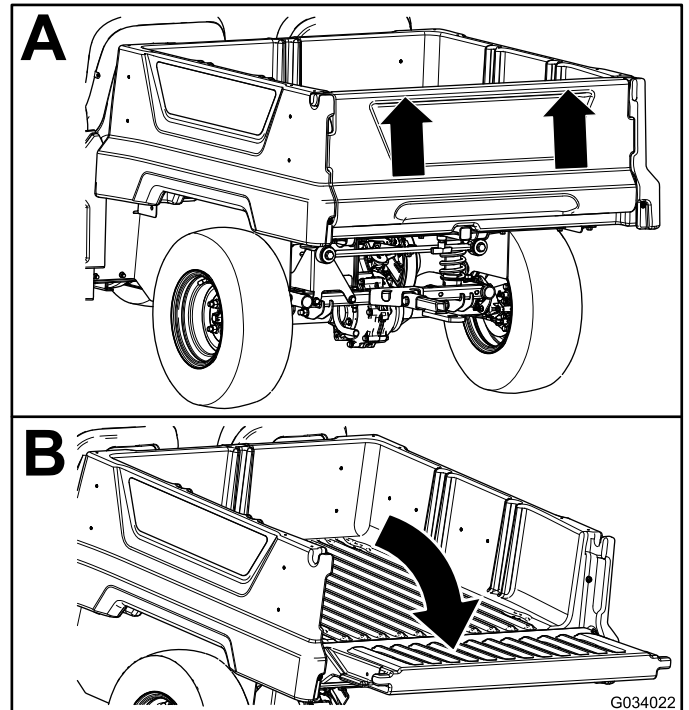

Bild 22
2. Heben Sie die Heckklappe mit beiden Händen an der Leiste oben an der Heckklappe an (Bild 22).
3. Senken Sie die Heckklappe ab, bis sie bündig mit dem Boden der Ladepritsche ist (Bild 22).